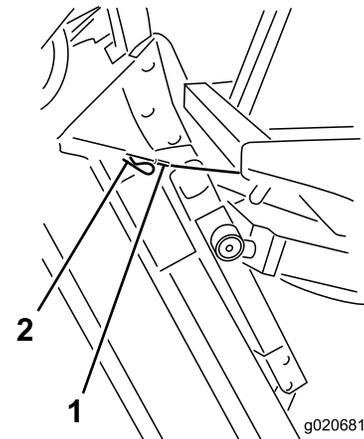

Figure 75
6. Tout en maintenant le plateau à la verticale, placez l'extrémité du câble sur l'axe du bras de relevage et fixez-le en position à l'aide de la goupille fendue (Figure 75).